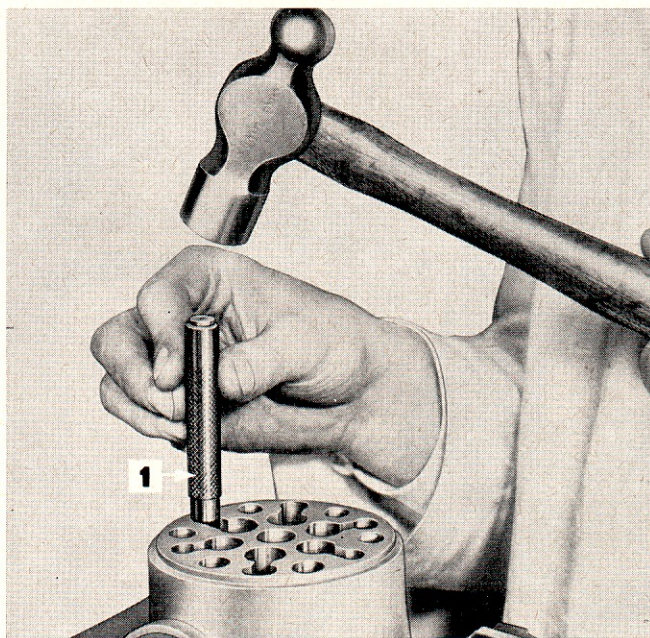

Figure 92: Pose des sièges de clapets d'aspiration
8. Immobiliser le corps de pompe dans l'étau, et poser les sièges de clapet au moyen du chasoir NCA-600-EA (Figure 92).